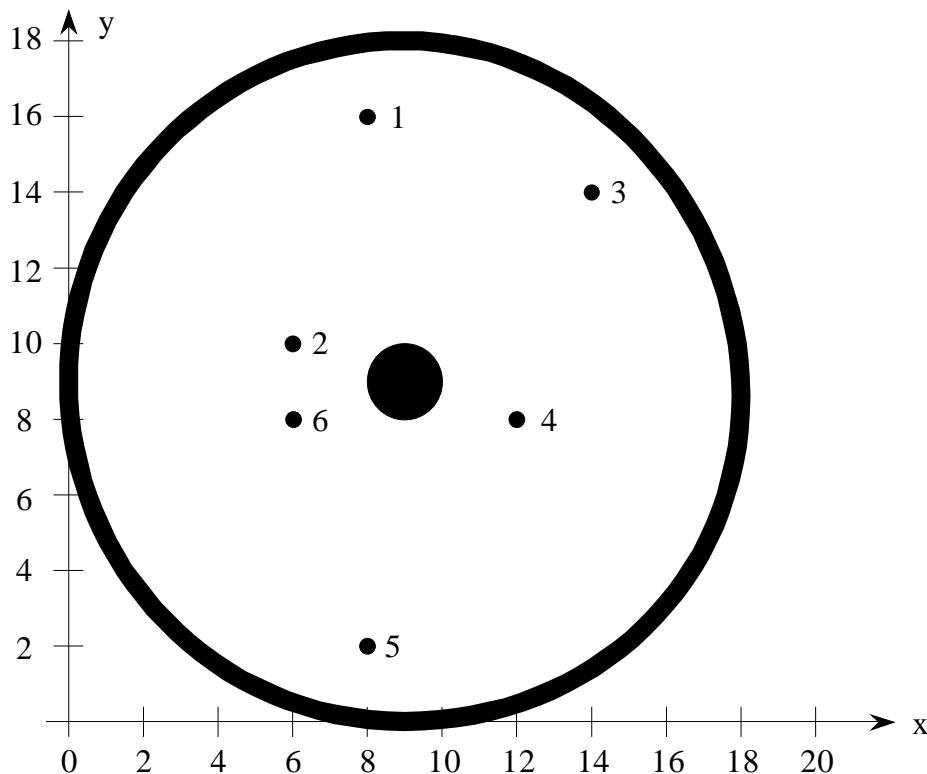

Bild 4
**M 2.1.** Messen Sie die Spannungen  $U_{xy}$  im vorgegebenen Feldbild (Bild 4) längs des folgenden Weges (Koordinatenangabe in cm):
- A 2.3.** Berechnen Sie allgemein für das Strömungsfeld nach Bild 4 den Widerstand R.